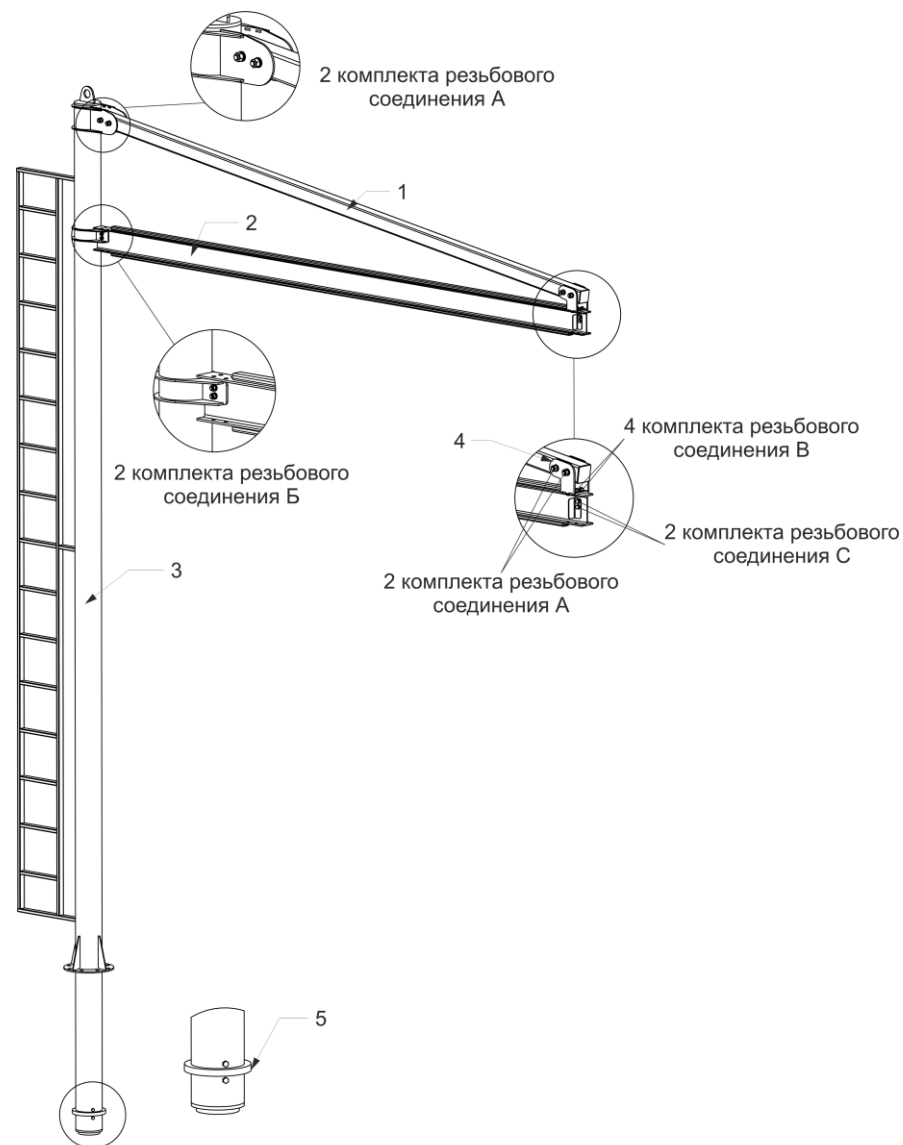

Рисунок 1.
- Надеть на нижнюю часть стойки подшипник радиальный поз. 5 и зафиксировать его положение шестью болтами М12х35 (рис. 1);